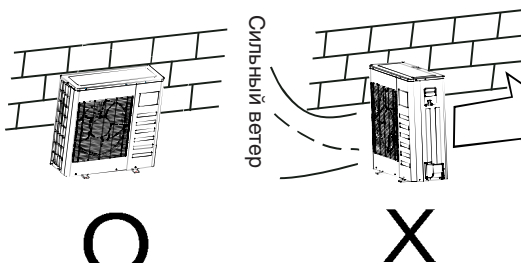

Рис. 6-1
- В том случае, если место установки подвержено воздействию сильного ветра, как например, на морском побережье, для обеспечения нормальной работы вентилятора расположите внешний блок продольно вдоль стены, или установите экран. (См. Рис. 6-1)